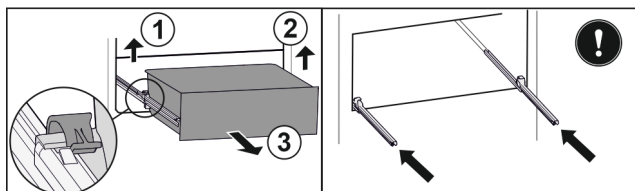

Fig. 97
- ▶ Sollevare il morsetto sinistro e allo stesso tempo tirare in avanti il cassetto sinistro. Fig. 97 (1)
- ▶ Sollevare il morsetto destro e allo stesso tempo tirare in avanti il cassetto destro. Fig. 97 (2)
- ▶ Rimuovere il cassetto tirandolo in avanti. Fig. 97 (3)